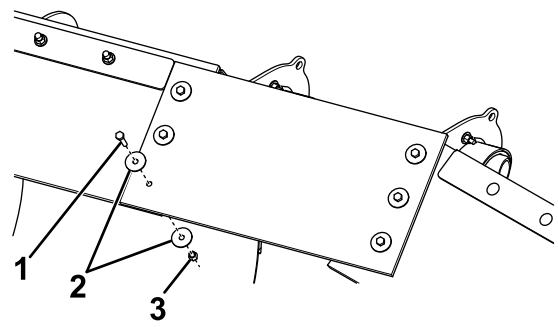

Figura 16
12. Perfore un taladro de 9.5 mm (⅜") a través de la banda, y sujete las 2 secciones entre sí usando un perno (¼"), 2 arandelas grandes y una contratuerca de nylon (¼"), como se muestra en la Figura 16.
14. Perfore un taladro de 9.5 mm (⅜") a través de la banda, y sujete las 2 secciones entre sí usando un perno (¼"), 2 arandelas grandes y una contratuerca de nylon (¼"), como se muestra en la Figura 16.
10. Perfore un taladro de 9.5 mm (⅜") a través de la banda, y sujete las 2 secciones entre sí usando un perno (¼"), 2 arandelas grandes y una contratuerca de nylon (¼"), como se muestra en la Figura 16.